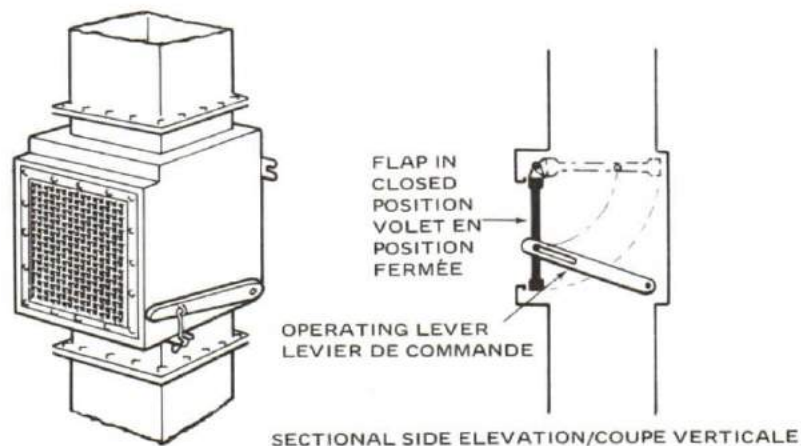

Figure 8-46
10. Air conditioning plants are installed in the recirculation system to control the temperature and humidity of the air inside the ship. See Figure 8-46.
10. Le système de recirculation comprend des appareils de climatisation qui permettent de régler la température et l'humidité de l'air à l'intérieur du navire (voir la figure 8-46).